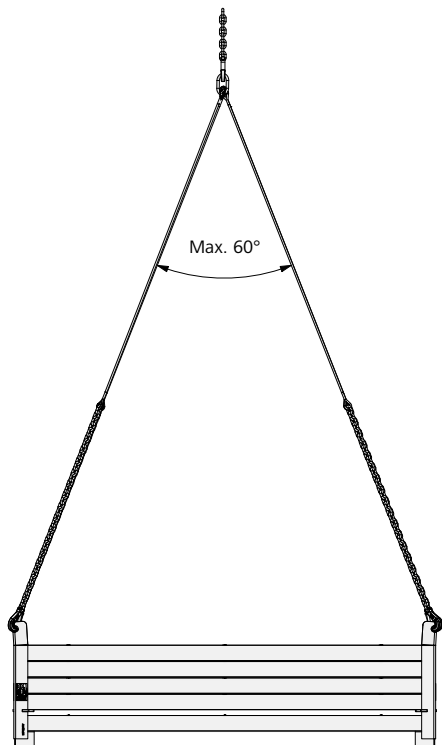

Abb. 76.4
- Der Spreizwinkel am Krangelänge darf 60° nicht überschreiten (Abb. 76.4).